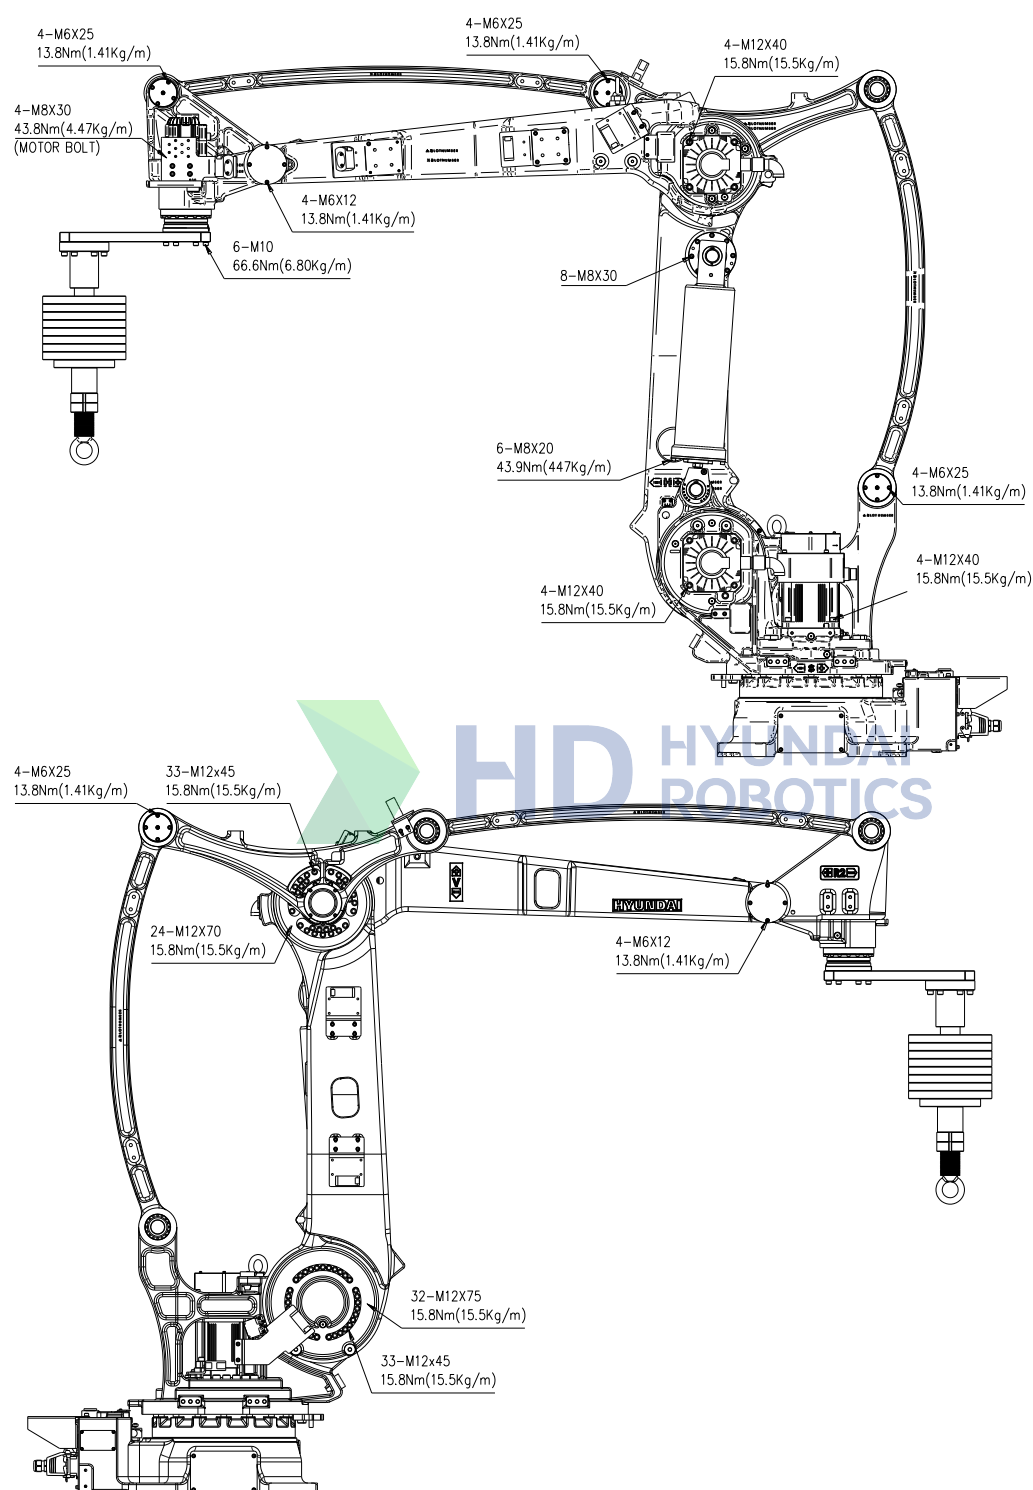
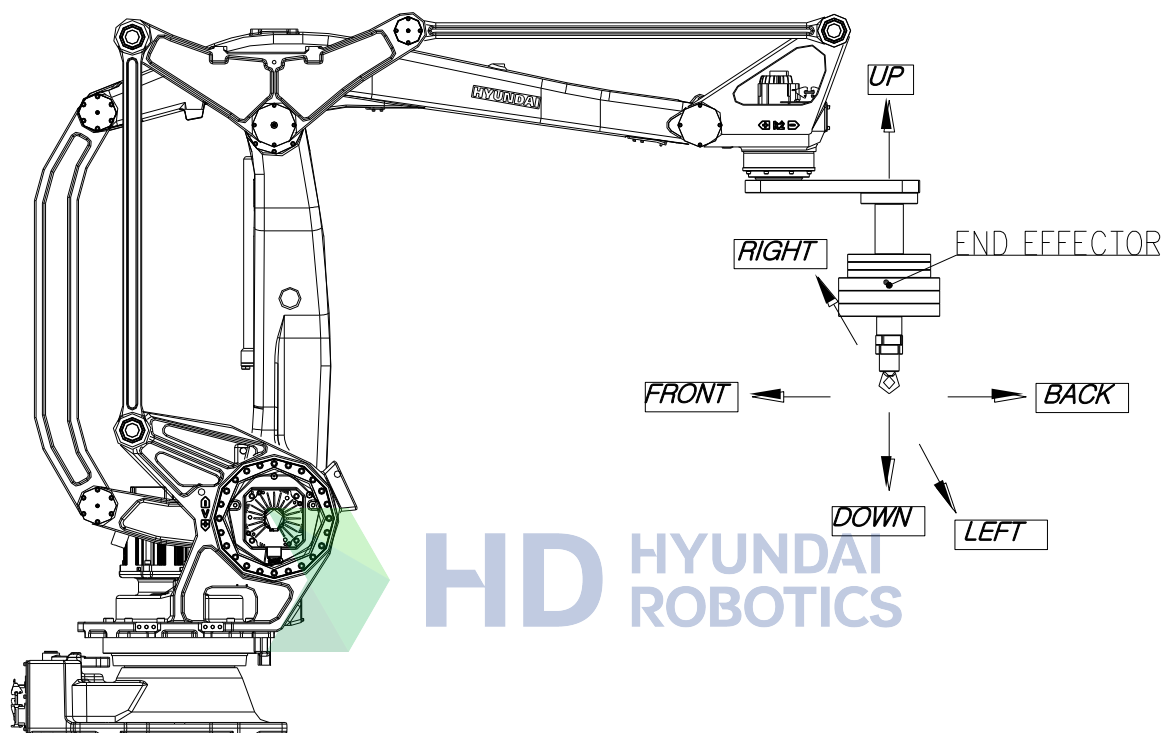

图 4.1 主要螺丝检查部位
图 4.2 缝隙检查方向
- 请确认[图 4.1]~ [图 4.2] 的主要螺丝的链接扭矩。
推荐螺丝扭矩标示在[图 4.1] ~ [图 4.2]。